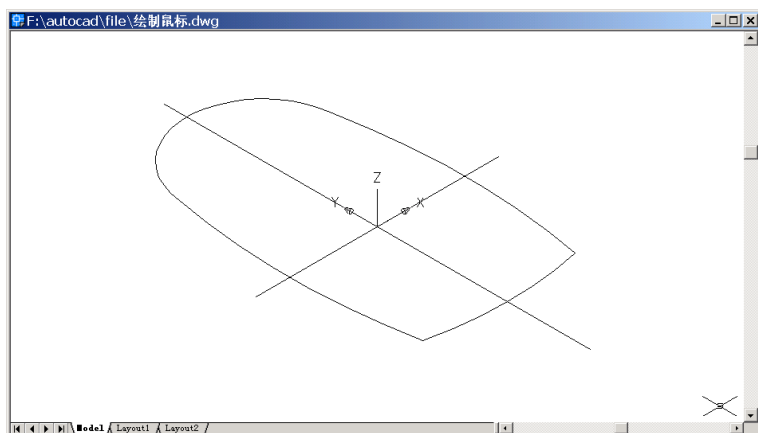

图 29.6 变换视图为西南视图
(5) 用 VIEW 命令变换视图为 Southwest Isometric (西南视图)，结果如图 29.6 所示。
(6) 用 EXTRUDE 命令拉伸截面